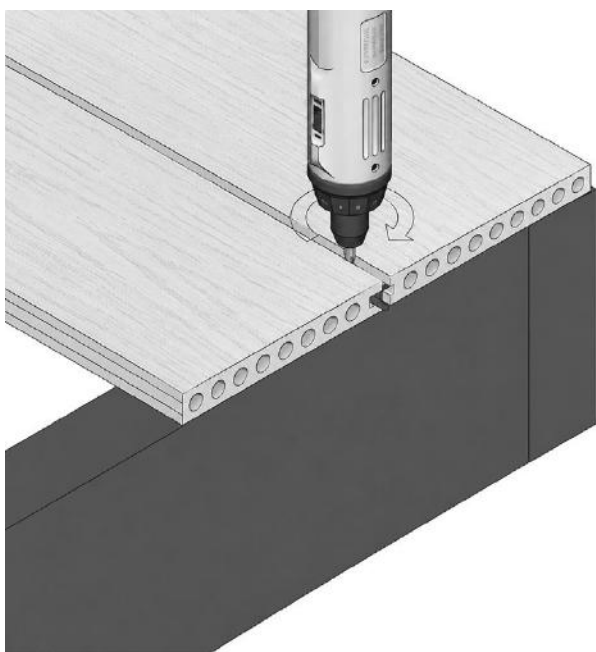

FIG. 6 - CLIPS INVISIBLES SERRÉS JUSQU'À LA LAMBOURDE
- 05 Serrez complètement les clips invisibles, entre les dernières lames posées, jusqu'aux lambourdes (fig. 6). Exercez une pression latérale sur la terrasse pour vous assurer que les languettes sont bien plaquées contre l'intérieur de la rainure de la lame.